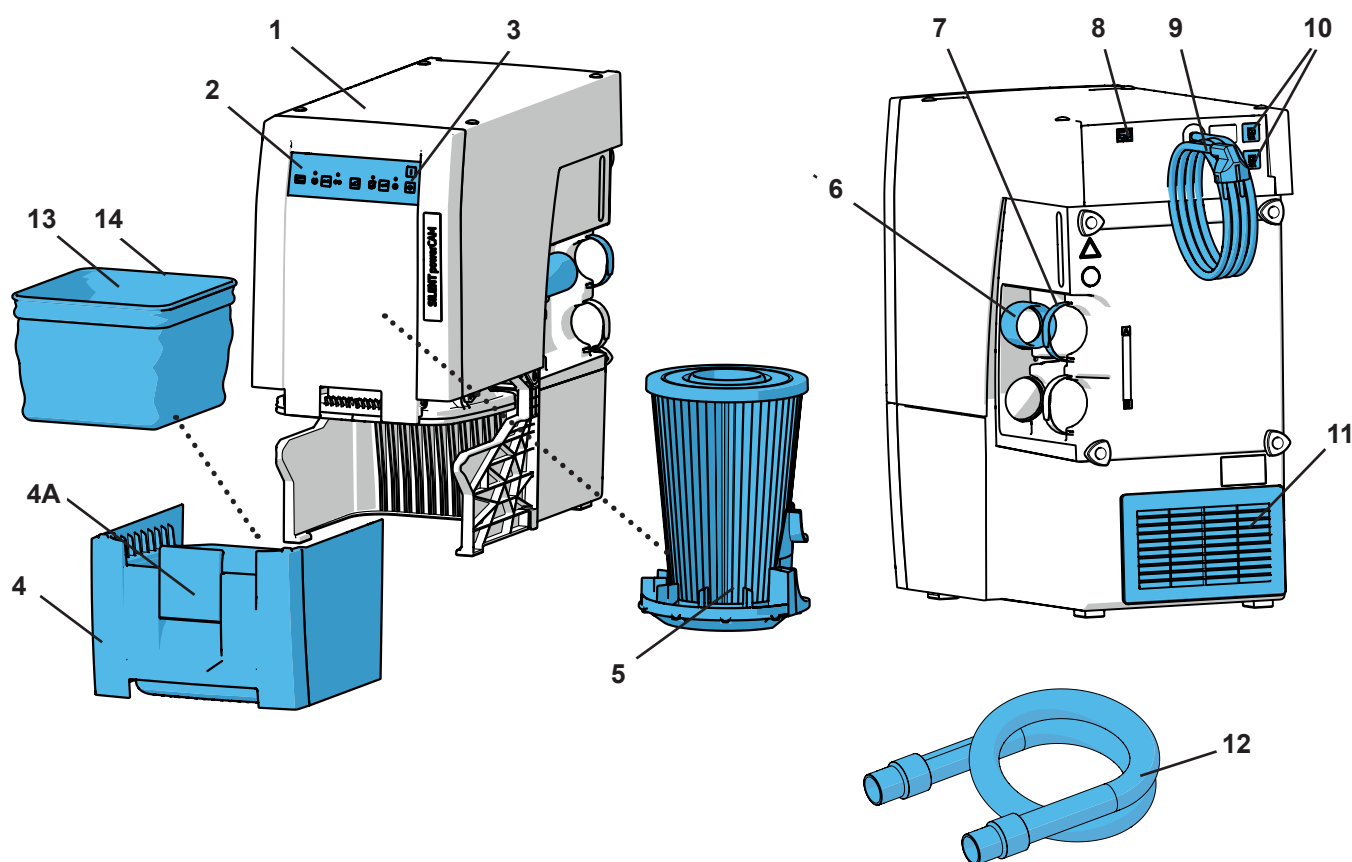

Abb. 1
- der Abluftaustritt (11, Abb. 1) nicht behindert wird.
- Externe Abluftführung (A) (siehe Kap. 4.6).
- Öffnung in Schrankrückwand (B), min. 250 x 120 mm, direkt gegenüber dem Abluftaustritt (11, Abb. 1).
- Rückwand des Schanks entfernen (C), Abstand der Schrankrückseite zur Wand min. 50 mm.
- ⇒ Netzkabel (9, Abb. 1) entrollen und Netzstecker in Steckdose der Gebäudeinstallation einstecken.